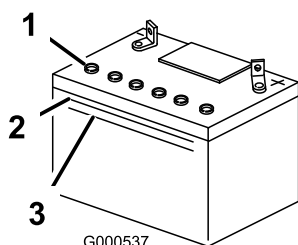

Figura 43
2. Guardate il fianco della batteria. L'elettrolito deve raggiungere la linea superiore (Figura 43). Non lasciate scendere l'elettrolito sotto la linea inferiore (Figura 43).
3. Togliete i tappi di spurgo dalla batteria (Figura 43).
4. Aggiungete lentamente acqua distillata in ogni elemento della batteria finché l'elettrolito non raggiunge la linea superiore (Figura 43) sulla cassetta della batteria.
5. Attendete cinque o dieci minuti dopo avere riempito gli elementi della batteria. All'occorrenza, aggiungete dell'acqua distillata finché l'elettrolito non raggiunge la linea superiore (Figura 43) sulla cassetta della batteria.